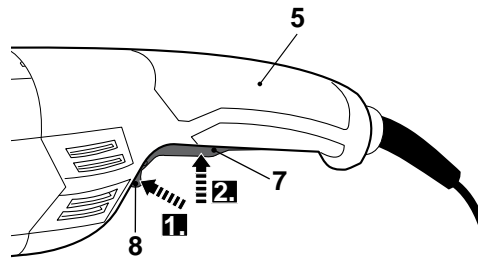

Fig. 17
- > Appuyez sur le bouton de verrouillage [8] et maintenez-le en position (Fig. 17, étape 1).
- > Appuyez sur le bouton marche/arrêt [7] pour mettre le produit en marche (Fig. 17, étape 2).